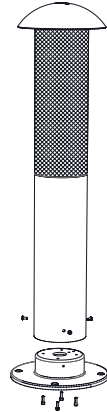

Abbildung 12
4. Die drei M5-x12-mm-Linsenkopfschrauben, wie in Abbildung 12 gezeigt, in die Seite des Gehäuses einsetzen.